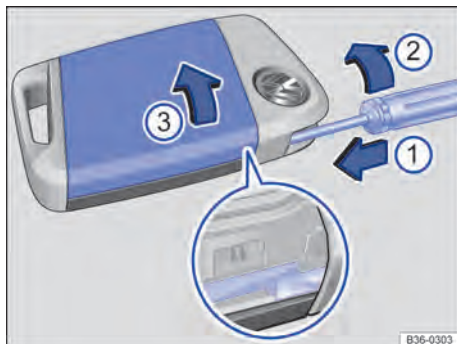
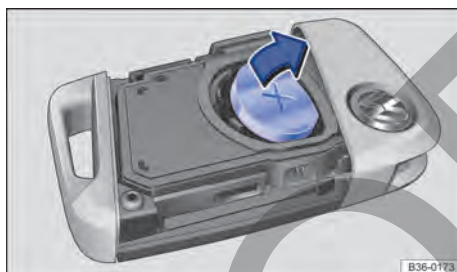

Fig. 66 Llave del vehículo: abrir la tapa del compartimento de la pila.
Fig. 67 Llave del vehículo: cambiar la pila de botón.
- Introduzca un destornillador de hoja plana en la llave del vehículo, por la guía exterior de la llave de emergencia, aprox. 1 cm en el sentido de la flecha → fig. 66 ①.
- Gire el destornillador en el sentido de las agujas del reloj hasta que la tapa se abra → fig. 66 ②.
- Desplace la tapa en el sentido de la flecha → fig. 66 ③ y desmóntela.
- Extraiga la pila de su compartimento → fig. 67 haciendo palanca.
- Encaje una pila de botón nueva en el compartimento → ①.
- Presione la tapa sobre la carcasa → fig. 66 ③.